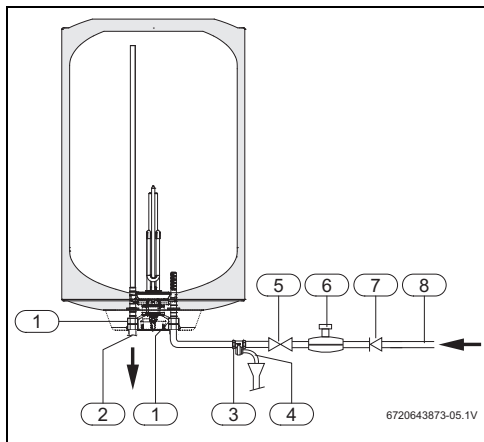

Fig. 13 Raccord d'eau (ES150/200)
- ▶ Monter la soupape de sécurité sur le raccordement d'eau froide du ballon d'eau chaude sanitaire (fig. 13, 14).
- ▶ Fermer la vanne d'arrêt de l'eau (→ fig. 13, 14).